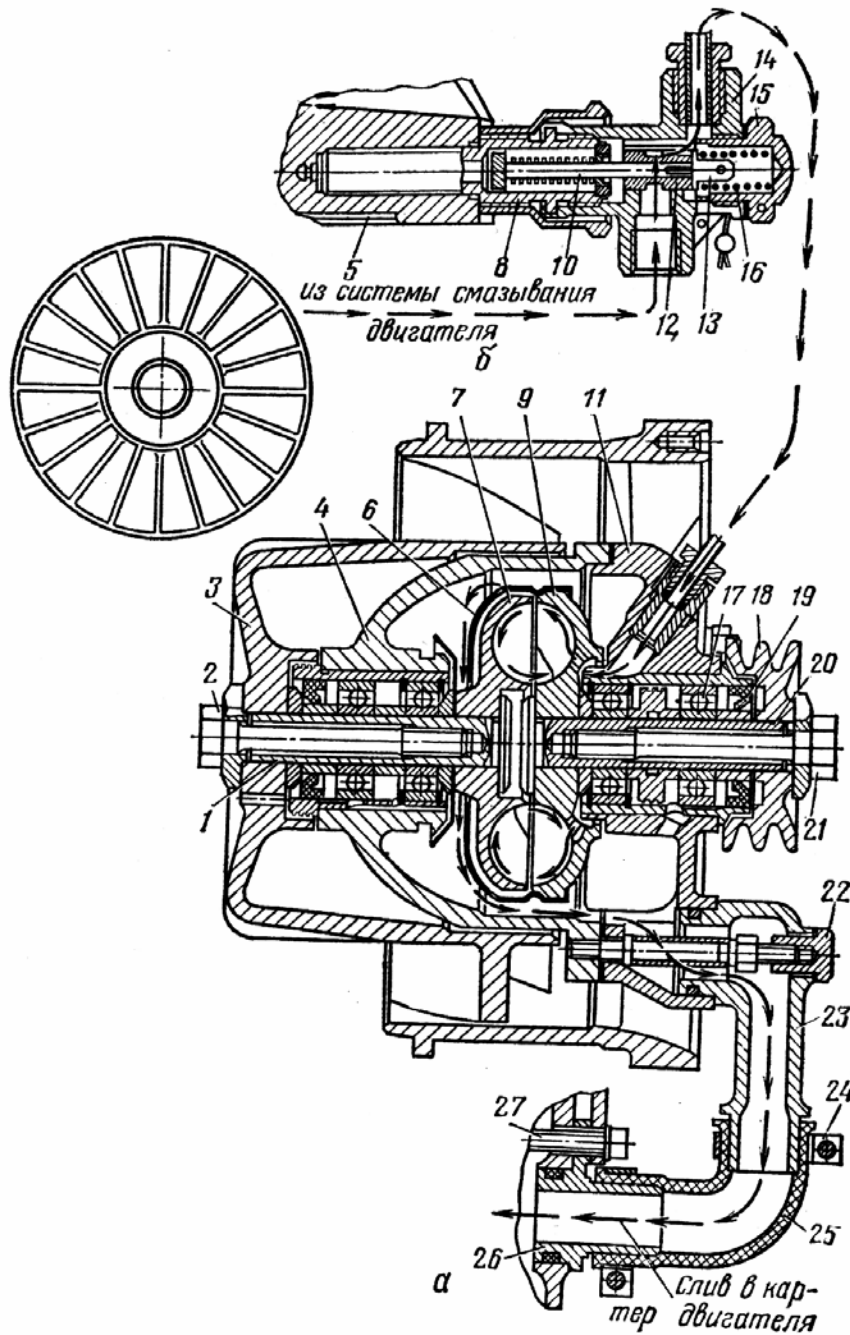

Рис. 2.11. Вентилятор с гидродинамической муфтой (а), термостат (б) системы охлаждения двигателей Д-144:
4. Автоматический выключатель гидромолфты установлен на головке второго цилиндра. Он состоит из чувствительного элемента (рис. 2.11, б), шток которого связан с золотником 12 распределителя. При холодном двигателе чувствительный элемент позволяет пружине сдвинуть золотник 12 влево. Золотник перекрывает путь масла из смазочной системы двигателя в гидромолфту. При прогревом двигателя чувствительный элемент, преодолевая усилие пружины 16, сдвигает золотник вправо; проточка золотника соединяет каналы.